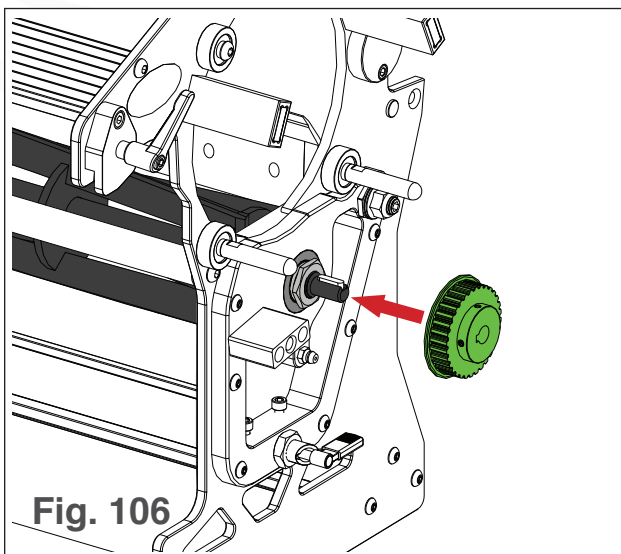

Fig. 106
38. Coloque la rueda de la polea de la cuchilla sobre el lado de la correa de la cuchilla (ver Fig. 106).